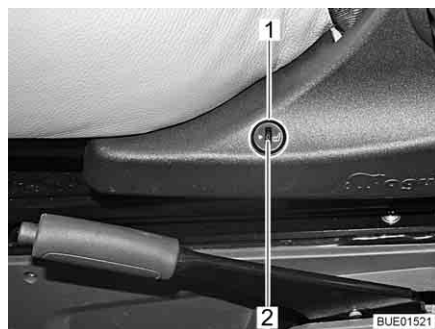

Fig. 30 Interrupteur du chauffage de siège
- Appuyer sur la partie inférieure de l'interrupteur (Fig. 30,1) disposé du côté gauche de la console de siège.
- Pour réduire la puissance du chauffage, tourner la molette (Fig. 30,2) dans le sens "0".
- Pour augmenter la puissance du chauffage, tourner la molette (Fig. 30,2) dans le sens "5".
- Appuyer sur la partie supérieure de l'interrupteur (Fig. 30,1) disposé du côté gauche de la console de siège.